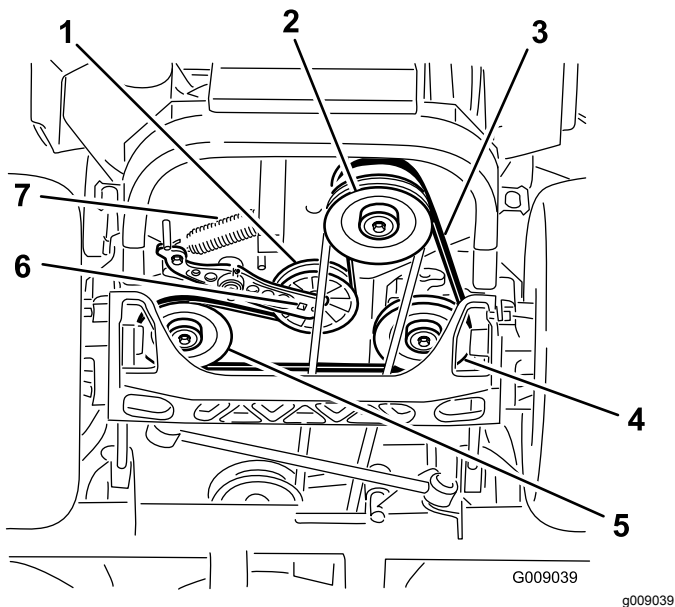

Figure 78
- Soulevez la machine sur des chandelles (Figure 78).
5. Insérez un rochet dans le trou carré du bras de la poulie de tension pour déposer le ressort de la poulie de tension (Figure 78).
6. Décrochez le ressort de tension sur le cadre (Figure 78).
9. Insérez un rochet dans le trou carré du bras de tension pour installer le ressort de la poulie de tension sur le cadre (Figure 78).